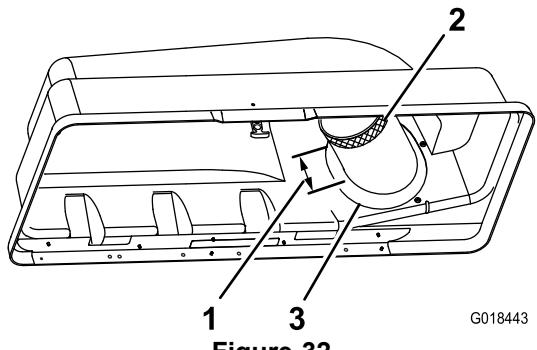

Figure 32
- i. Mesurez 7,6 cm sur le tube d'éjection supérieur en partant du joint et marquez le tube à cet endroit (Figure 32).
- i. Collez du ruban masquage autour de la circonférence du tube d'éjection supérieur dans l'alignement du repère tracé sur le tube à l'opération i (Figure 32).